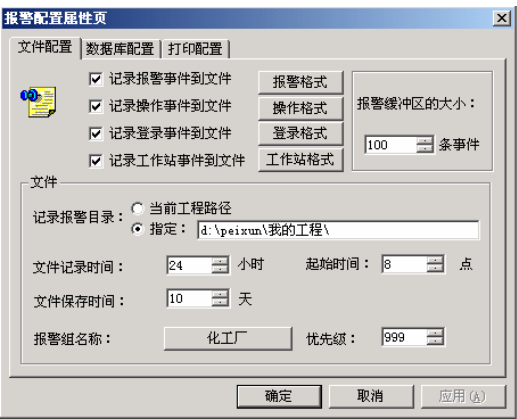

图 5-13 报警配置属性对话框
1、在工程浏览器窗口左侧的“工程目录显示区”中双击“系统配置”中的“报警配置”选项弹出“报警配置属性”对话框，如图 5-13 所示：